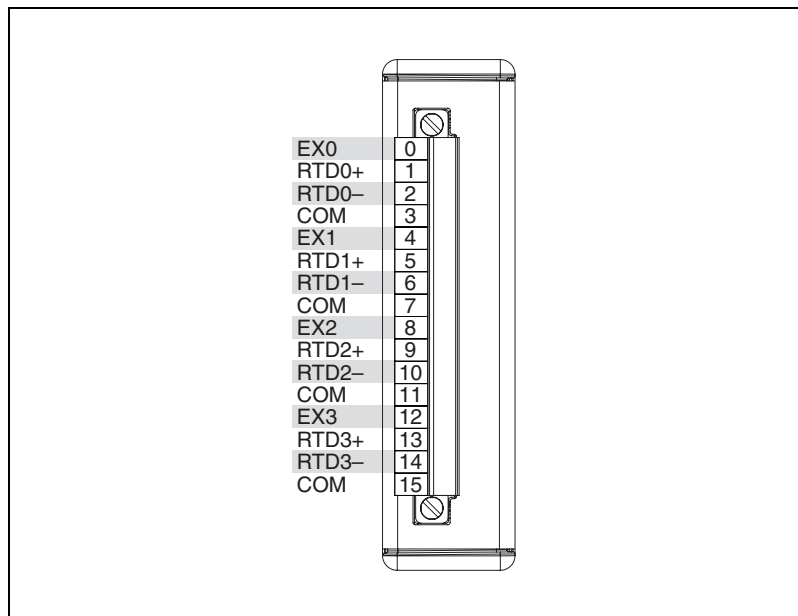

図 1 NI 9217 端子の割り当て
2. 前の手順の抵抗を NI 9217 に接続します。Connect EX0 と RTD0+ を抵抗の一方の端に、RTD0- と COM は抵抗の反対側の端に接続してください。NI 9217 の端子割り当てについては、図 1 を参照してください。